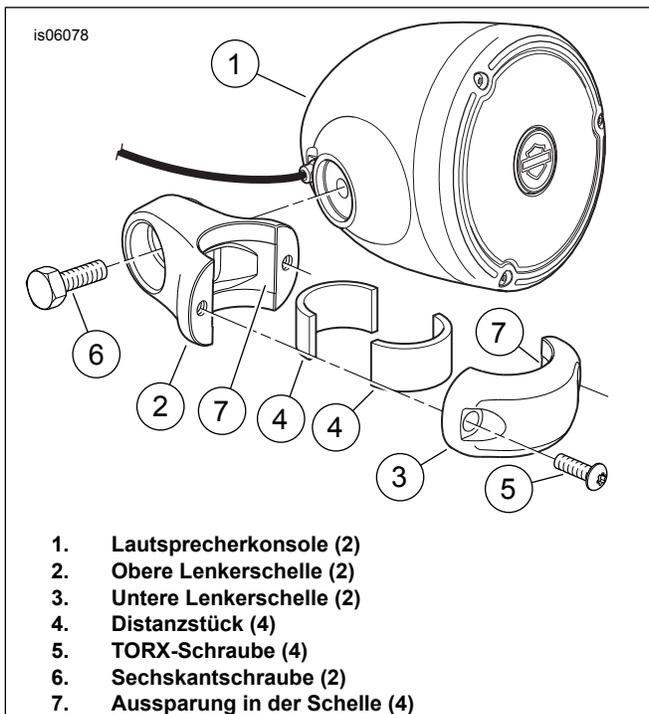

Abbildung 3. Einbau des lenkermontierten Lautsprechers
1. Siehe Abbildung 3. Folgende Teile aus dem Satz bereitlegen:
- Lautsprecherkonsolenbaugruppe (1)
- Zwei obere Lenkerschellen (2)
- Zwei untere Lenkerschellen (3)
- Vier Distanzstücke (4)
- Vier 1/4-20 x 19 mm (0.75 in) lange TORX-Schrauben (5)
- Zwei 3/8-16 x 19 mm (0.75 in) lange Sechskantschrauben (6)